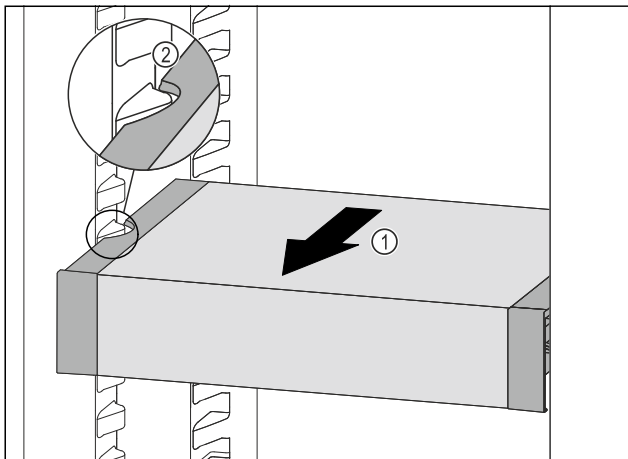

Fig. 185
- ▶ Вытягивайте VarioSafe вперед Fig. 185 (1), пока боковые выемки VarioSafe не окажутся на высоте выступа резервуара в холодильном отделении. Fig. 185 (2)